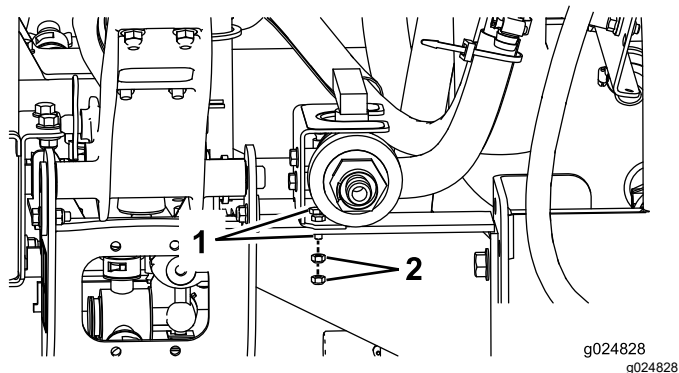

Figura 34
6. Installate la valvola a sfera e la staffa del supporto della valvola sulla macchina con 2 bulloni a testa esagonale (6 x 16 mm) e 2 dadi flangiati (6 mm) (Figura 34).